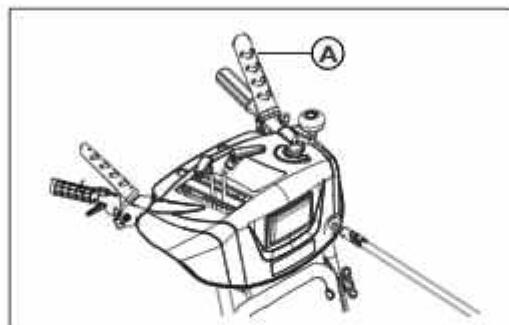

Рис. 24
1. Нажмите и удерживайте рычаг управления шнеком (рис.24, поз. А), чтобы включить шнек или крыльчатку.